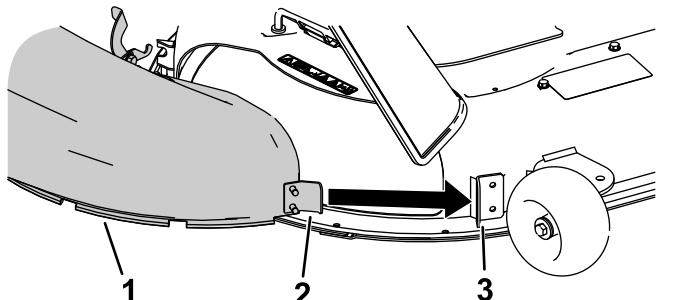

Figure 20
- Inclinez la languette en métal sur la goulotte pour la faire rentrer dans la fente du support qui est soudé au plateau de coupe (Figure 20).